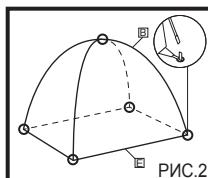

РИС.2
3. Поднимите внешнюю палатку <E> и вставьте концы дуг в железные распорки, расположенные на каждом из углов внутренней палатки <E>. (РИС.2)
4. Закрепите крышу внутренней палатки <E> в месте соединения шеста с помощью нашитой завязки. (РИС.2)